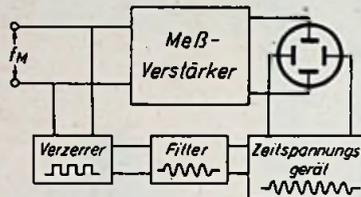

Abb. 8. Schaltung zum Gleichlaufzwang mit Vielfachen der Meßfrequenz
Wenn jedoch derartige Aufgaben oft gestellt werden, ist es zweckmäßig, eine Schaltung nach Abb. 8 aufzubauen. Außer dem Meßverstärker wird die Meßspannung dabei noch einem Hilfsverstärker zugeführt, in dem der Arbeitspunkt so eingestellt ist, daß der Spannungsverlauf stark verzerrt wird und eine möglichst rechteckige Kurve, die bekanntlich reich an Oberwellen ist, entsteht. Ein nachgeschaltetes Filter er-
2) Die Bilder der Abb. 8 (FUNK-TECHNIK Bd. 4 [1949], H. 8, S. 231) sind auf diese Weise gemacht worden.